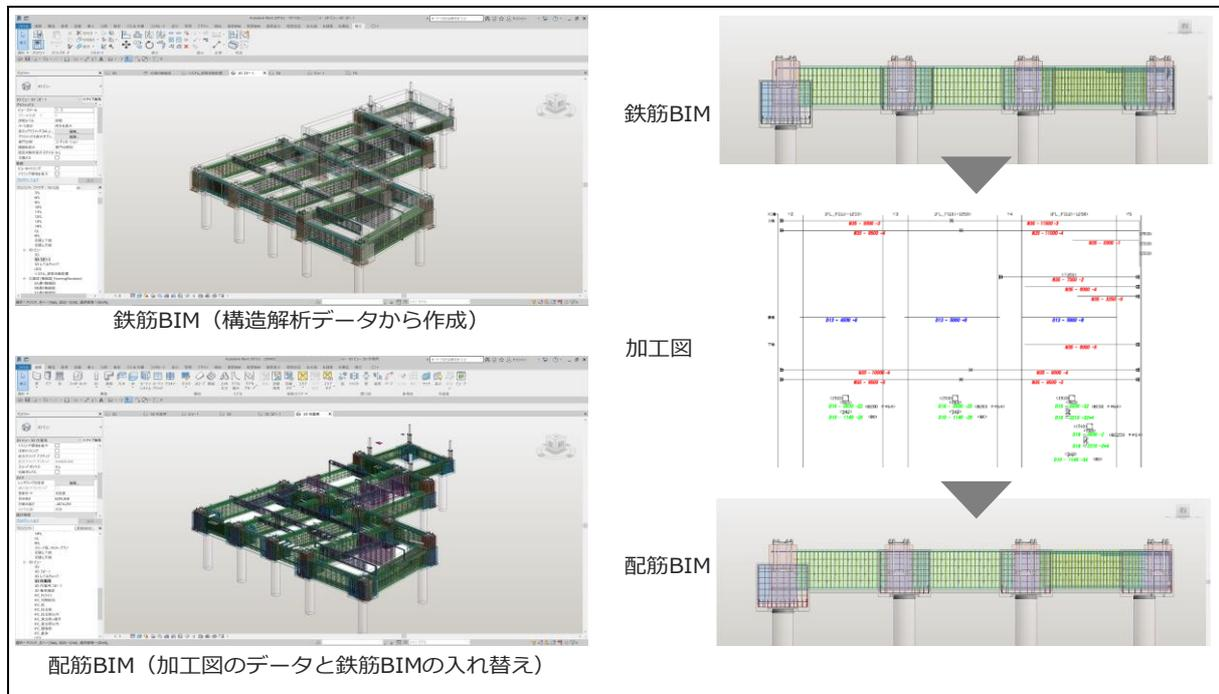

図2 鉄筋BIMと配筋BIMの関係図
5. 加工図のデータを鉄筋BIMデータと入れ替えることで、生産現場における配筋状態を再現する配筋BIMデータを作成(図2)し、再度自動配筋検査と加工図データの検査も実施できます。